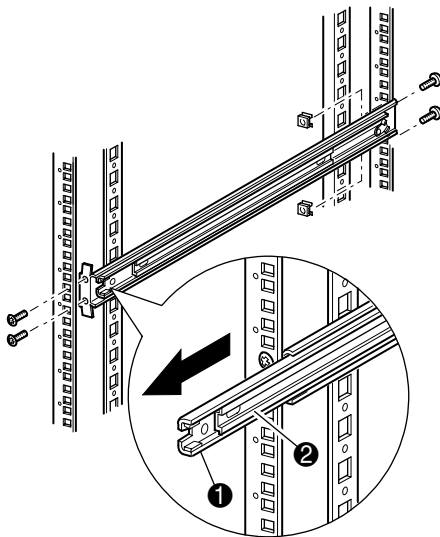

図2-3: レールの取り付け
2. テンプレートを取り外して、付属のファスナを使ってレールを取り付けます(図2-3を参照)。レール正面側のブラケットは、引き出して、直接ネジを挿入します。背面側のブラケットは、引き出せません。また、このブラケットを固定するには、ラックの背面の垂直レールにケージナットを取り付ける必要があります。